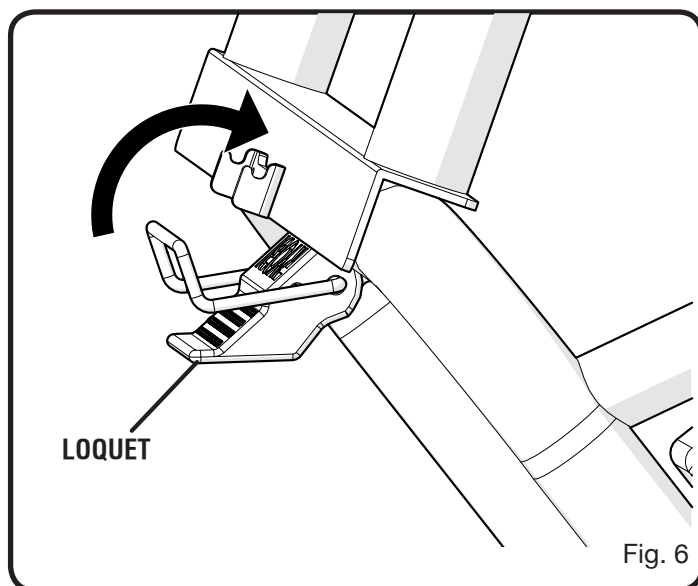

Fig. 6
Voir les figures 6 - 8.
- Déplier le support. Utiliser le loquet pour fixer le bout libre du support de fixation au cadre de la scie. (Voir le figure 6.)